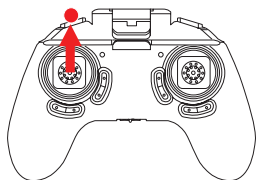

Figure 4: Décollage
- 7. Atterrissage:** Pour atterrir maintenez le joystick de gauche vers le bas jusqu'à ce que le drone se pose au sol (Figure 4). Vous pouvez également utiliser le bouton décollage/atterrissage automatique, le drone atterrira peu importe son altitude.